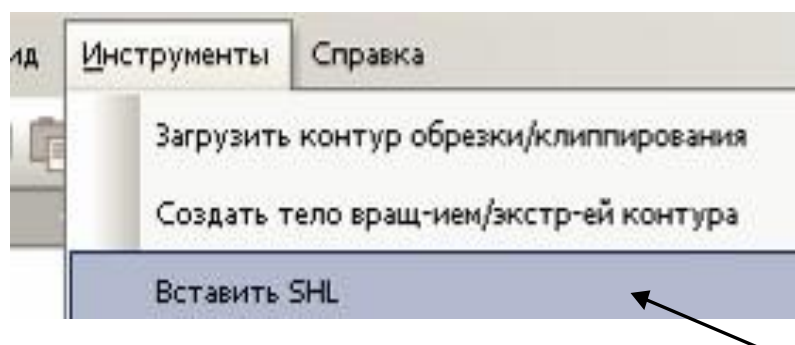

Рисунок 24– Выбор пункта Вставить SHL
9) Для создания файла, включающего в себя tool1, tool2 и Wpiece, нужно сделать активной любую вкладку с любым shl-файлом, например fork\_tool2.stp. Далее в меню Инструменты выбрать пункт Вставить SHL (рис. 24).